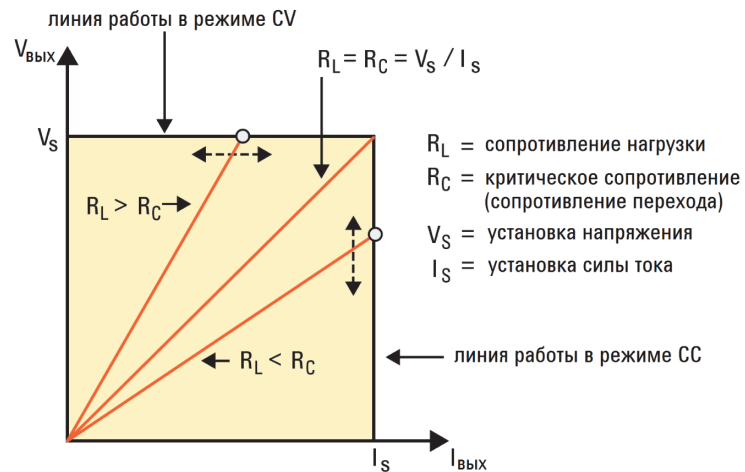

Рисунок 1: Выходная характеристика источника питания
Источник питания будет работать в режиме стабилизации напряжения (CV) при условии, что нагрузке не требуется ток больший, чем установленный предел силы тока. Согласно закону Ома, $V = I \times R$, для поддержания постоянного напряжения во время изменения сопротивления нагрузки необходимо, чтобы сила тока возрастала или уменьшалась. До тех пор, пока потребление тока $I_{\text{вых}} = V_s / R_L$ меньше, чем установленный предел силы тока, источник питания стабилизирует выход при установленном значении напряжения. Источник питания будет работать вдоль горизонтальной линии V_s (см. рисунок 1), при $I_{\text{вых}} = V_s / R_L$.
пределу. Такой режим работы называется режимом стабилизации тока (C_C). Источник питания будет работать вдоль вертикальной линии I_s (см. рисунок 1), значение напряжения на выходе будет равно $V_{\text{вых}} = I_s \times R_L$.
- Сопротивление нагрузки равно R_C , то есть значению, при котором выход переходит из режима CV в режим CC, или из CC в CV (см. рисунок 1).